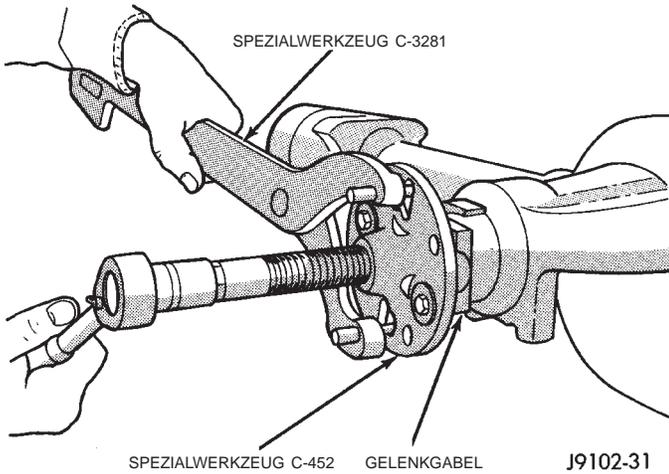

Abb. 7 Gelenkgabel ausbauen
- (1) Fahrzeug anheben und sicher abstützen.
- (2) Räder abnehmen.
- (3) Bremsättel und Brems Scheiben abbauen. Siehe Arbeitsanleitung in Kapitel 5, "Bremsen".
- (4) Die Gelenkgabeln an der Achse und der Gelenkwelle mit Paßmarkierungen versehen.
- (5) Gelenkwelle von der Achse lösen.
- (6) Antriebskegelrad drei bis vier Umdrehungen drehen.
- (7) Das zum Drehen des Antriebskegelrads erforderliche Drehmoment (in Newton-Meter) mit einem Drehmomentschlüssel messen. Diesen Wert notieren.
- (8) Gelenkgabel mit Haltegriff 6958 festhalten und Mutter und Unterlegscheibe von der Gelenkgabel lösen.
- (9) Die Gelenkgabel mit den Werkzeugen C-452 und C-3281 abbauen (Abb. 7).
- (10) Den Wellendichtring mit einem geeigneten Hebel oder einem Gleithammer ausbauen.